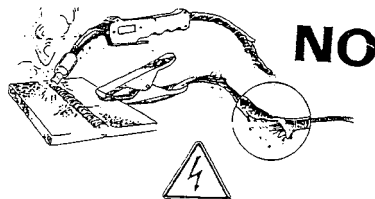

Fig.9
- Utilizzate solamente pinze porta elettrodi e torce in buone condizioni. (Fig. 9)